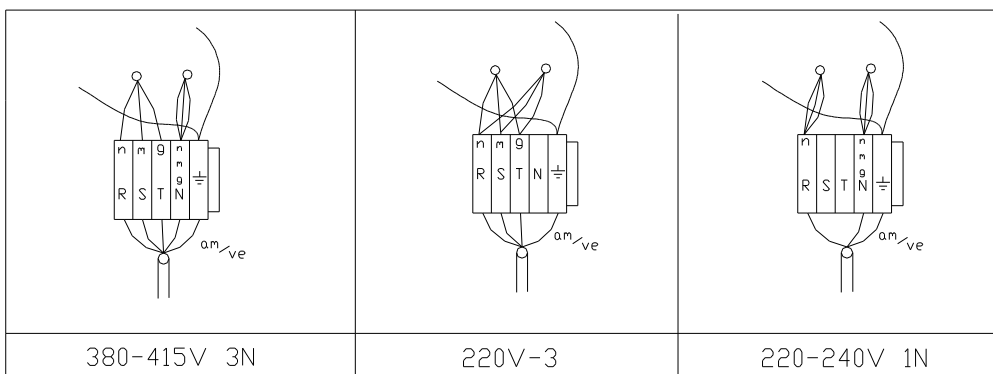

Fig. 5
- Passar el cable manguera por el prensa-estopas indicado en el punto E del aparato y conectar en la regleta de conexiones (Fig. 5).